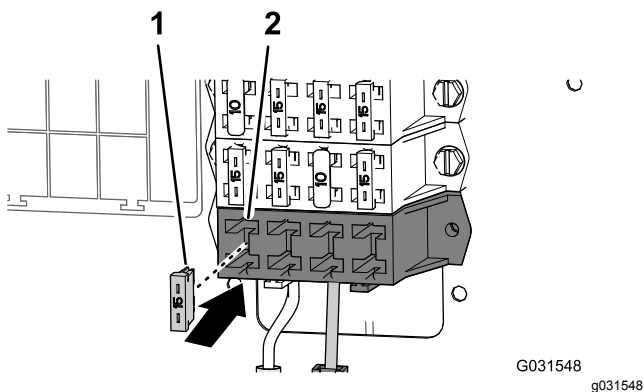

Bild 207
2. Setzen Sie die Sicherung (15 A) in den Einschub am Hilfssicherungskasten ein (Bild 207).